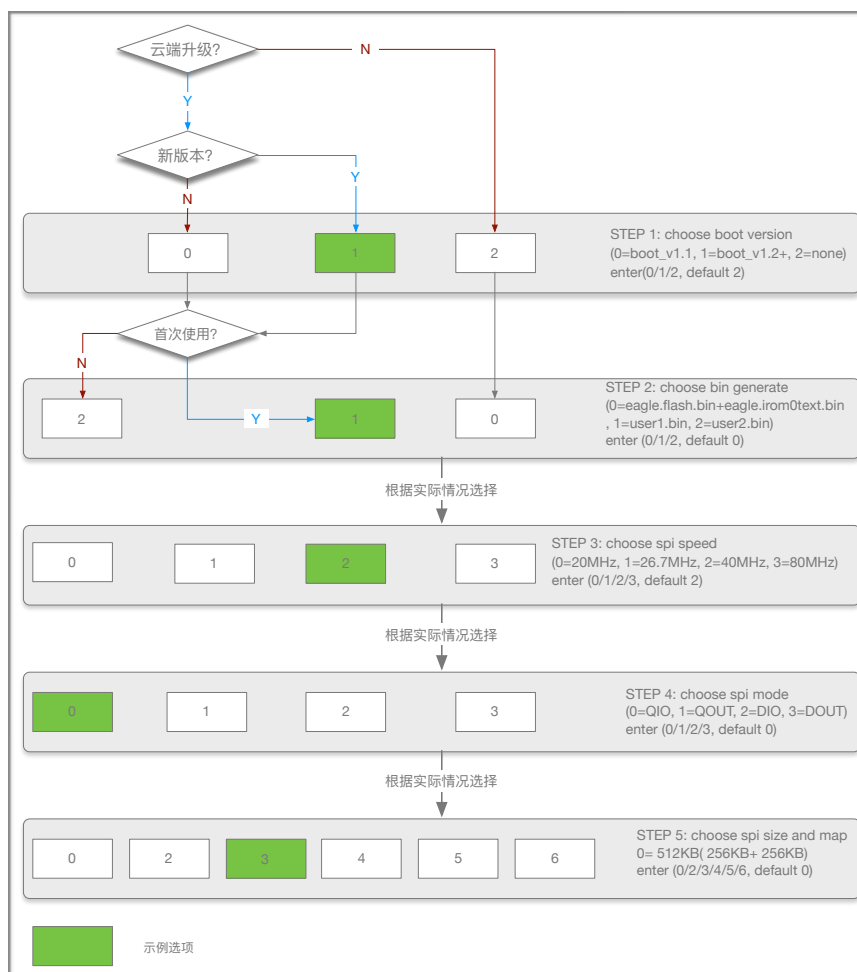

图 5-1. 编译 SDK
2. 如图 5-1 所示, 按系统提示根据实际情况选择相应选项。